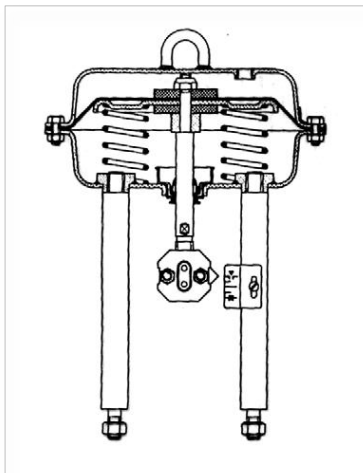
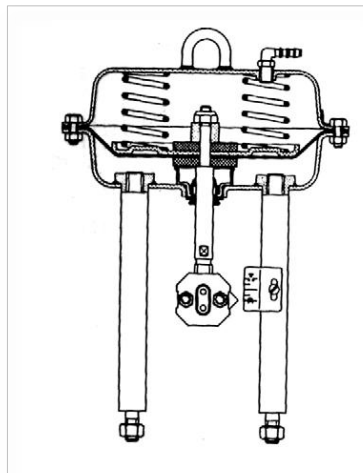

Bild 8: direkt wirkenden Antrieb
Bild 9: indirekt wirkender Antrieb
5. Teile gemäß Bild 8 (direkt wirkend) bzw. Bild 9 (umgekehrt wirkend) zusammensetzen und in umgekehrter Reihenfolge der Punkte 1-4 wieder zusammenbauen. Es ist darauf zu achten, daß die Federn gleichmäßig innerhalb des Gehäuses verteilt sind und senkrecht auf den Noppen des Federtellers stehen.
5. Neue Membrane einsetzen, alle Teile gemäß Bild 8 (direkt wirkend) bzw. Bild 9 (umgekehrt wirkend) zusammensetzen und in umgekehrter Reihenfolge der Punkte 1-4 wieder zusammenbauen. Es ist darauf zu achten, daß die Federn gleichmäßig inner-halb des Gehäuses verteilt sind und senkrecht auf den Noppen des Federtellers stehen.